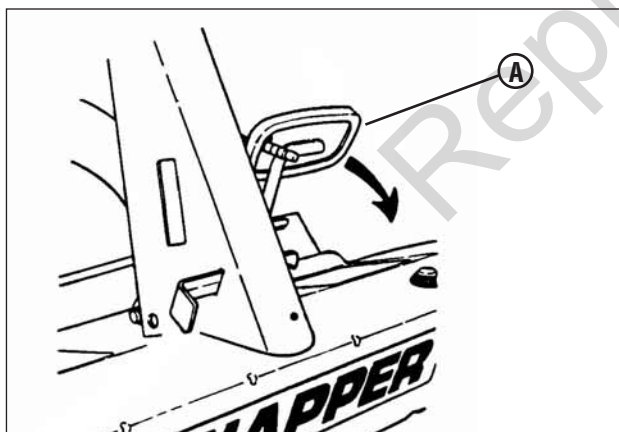

Figura 14: Acionando o pedal de embreagem/freio
1. Pare o movimento do Cortador Com Motor Traseiro pressionando o pedal da embreagem/freio (A, Figura 14) até o fim para aplicar o freio.